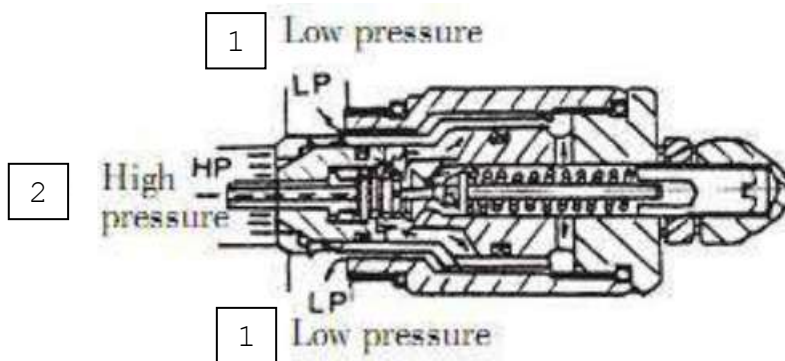

Рис. 7.6:
(2) Когда давление в порте «НР» достигнет установленного давления тарельчатый клапан управления «Е» откроется. Масло пройдет вокруг тарельчатого клапана, протекая через просверленное отверстие к стороне низкого давления «LP» (см. Рис. 7.6).
(3) Как только тарельчатый клапан управления откроется, давление позади тарельчатого клапана «С» падает, благодаря чему тарельчатый клапан «С» сдвигается к посадочному месту на тарельчатом клапане управления «Е». В результате этого масло течет позади предохранительного тарельчатого клапана, «D»